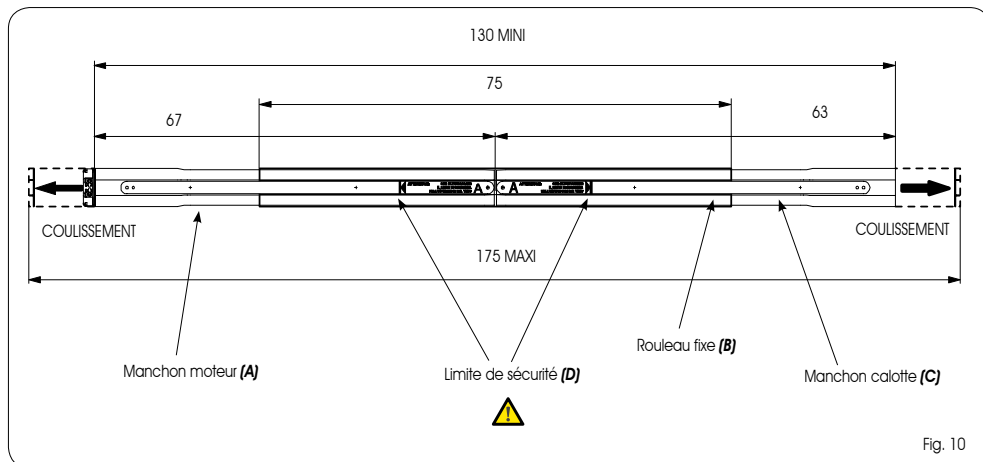

Fig. 10
Pour obtenir la valeur minimum, enfiler complètement les 2 manchons (Fig. 10 réf. A-C) à l'intérieur du rouleau fixe (Fig. 10 réf.B). (Longueur rouleau 130cm)
Pour obtenir la valeur maximum, extraire les 2 manchons (Fig. 10 réf. A-C) du rouleau, jusqu'à la limite de sécurité signalée sur le câble plat (Fig. 10 réf.D). (Longueur rouleau 175cm)
**⚠** **LORSQU'ON FAIT COULISSER LES MANCHONS VERS LES EXTRÉMITÉS EXTERNES DU ROULEAU FIXE, NE JAMAIS DÉPASSER LA LIMITE DE SÉCURITÉ (Fig.10 réf.D)**
### 4.2 ASSEMBLAGES DÉCRITS AUX CHAPITRES 3.3 (Fig. 10)